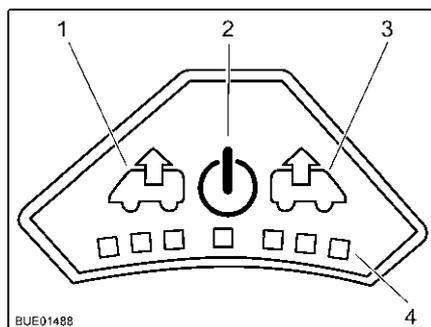

Fig. 93 Panneau de commande du ventilateur
**Mise en marche :** ■ Appuyer sur la touche Marche/Arrêt (Fig. 93,2). Le ventilateur fonctionne en mode confort (aération à faible vitesse de rotation).
- Pour augmenter la vitesse de rotation du ventilateur, appuyer sur la touche Ventiler (Fig. 93,1). La vitesse de rotation du ventilateur augmente d'un niveau de puissance dans le sens de l'échappement. Les DEL (Fig. 93,4) montrent les niveaux de puissance.
- Pour réduire la vitesse de rotation du ventilateur, appuyer sur la touche Aérer (Fig. 93,3). La vitesse de rotation du ventilateur diminue d'un niveau de puissance.
- Pour augmenter la vitesse de rotation du ventilateur, appuyer sur la touche Aérer (Fig. 93,3). La vitesse de rotation du ventilateur augmente d'un niveau de puissance dans le sens de l'aération. Les DEL (Fig. 93,4) montrent les niveaux de puissance.
- Pour réduire la vitesse de rotation du ventilateur, appuyer sur la touche Ventiler (Fig. 93,1). La vitesse de rotation du ventilateur diminue d'un niveau de puissance.
- Appuyer sur la touche Marche/Arrêt (Fig. 93,2). Le ventilateur s'arrête, les DEL s'éteignent.